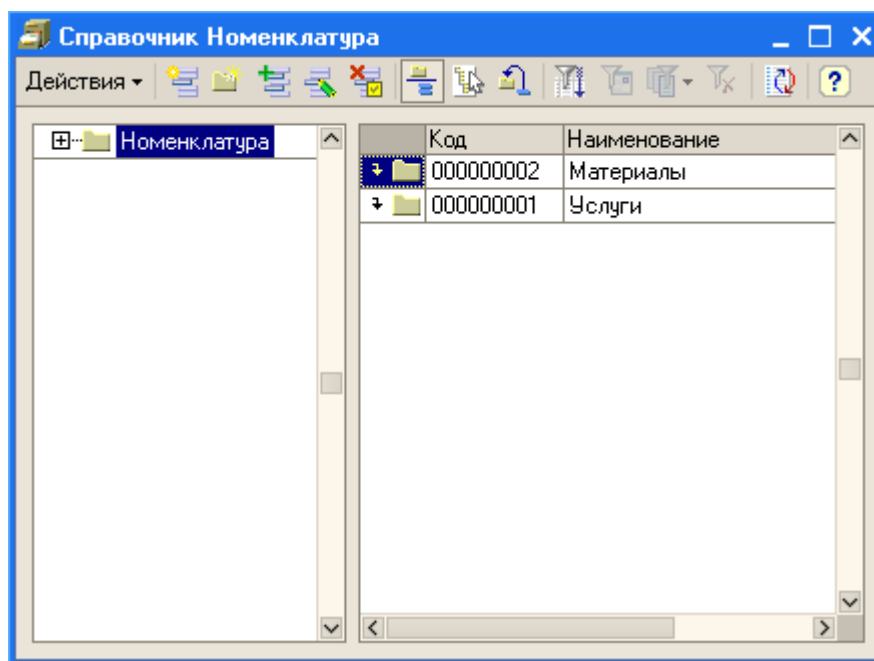

Рис. 21. Созданные группы в справочнике «Номенклатура»
5. Создайте две группы в корне справочника: Материалы и Услуги (меню Действия > Новая группа) (рис. 21):